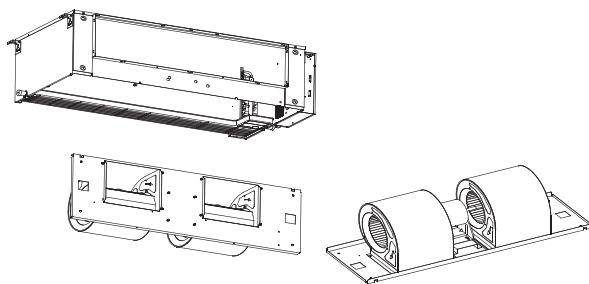

Рис. 34
3. Снимите провод двигателя, переднюю панель и отремонтируйте двигатель (см. рис. 34).